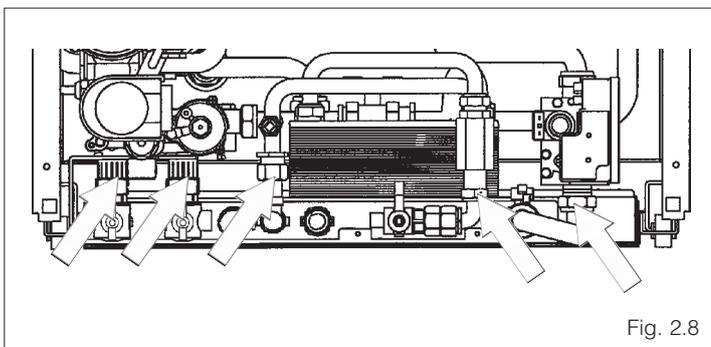

Fig. 2.8
- Allentare completamente le ghiere evidenziate che vincolano i raccordi della dima di premontaggio alla caldaia (fig. 2.8).
- posizionare la dima già separata in fase di estrazione del prodotto dall'imballo (fig. 2.8 - 2.9) e fissarla al pavimento con quattro viti a pressione che devono passare attraverso i 4 fori previsti (A), avendo cura di far passare tutte le tubazioni di raccordo sotto alla barra di riferimento della dima (fig. 3.2).